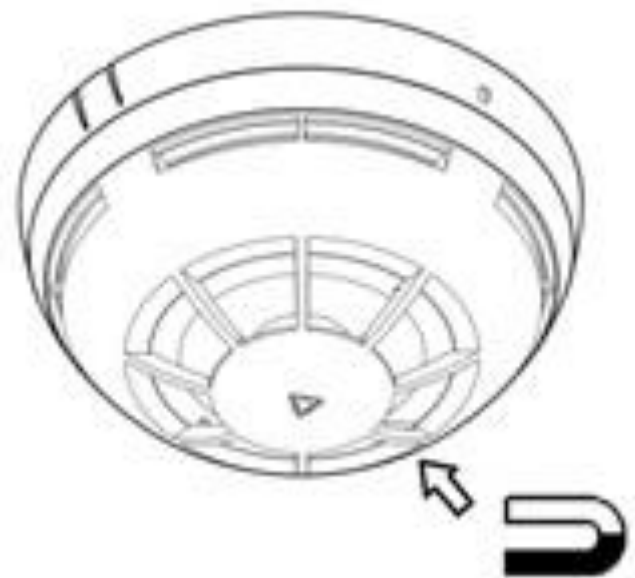

Рисунок 4
6.2 Проверка работоспособности производится поднесением постоянного магнита к краю корпуса извещателя в область, противоположную обозначенной метками на базе (см. Рисунок 4).